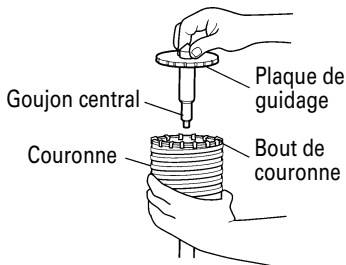

Fig. 14
- (3) Introduire le goujon central dans la plaque de guidage jusqu'à ce qu'il arrête.
- (4) Engager la plaque de guidage dans la couronne et tourner la plaque de guidage à gauche ou à droite de manière à ce qu'elle à ce qu'elle ne puisse pas tomber, même si elle orientée vers le bas. (Fig. 14)